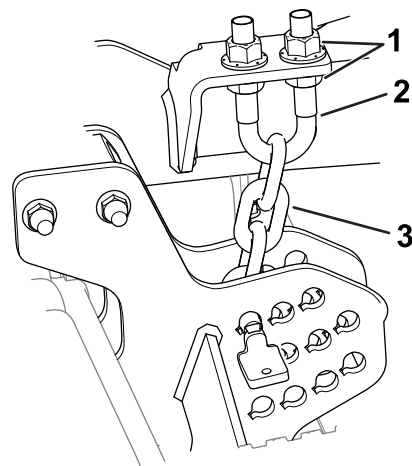

Figura 11
6. Afloje las contratruercas en la parte superior o inferior del perno en U de la cadena de altura de corte (Figura 11).